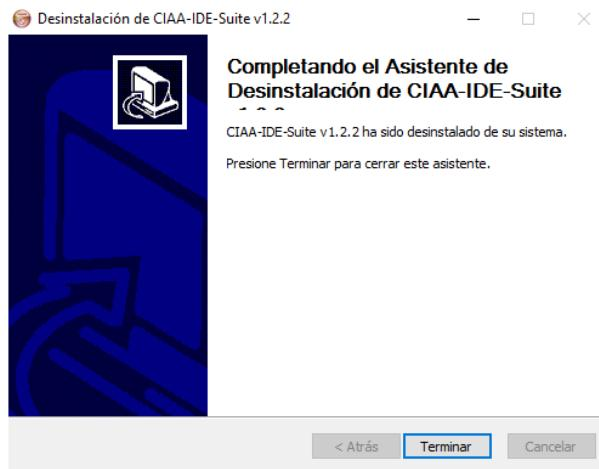

Figura 23: Desinstalación del programa.
- Finalmente se presenta una ventana como la Figura 23. Sobre ella debe hacer click sobre *Terminar*